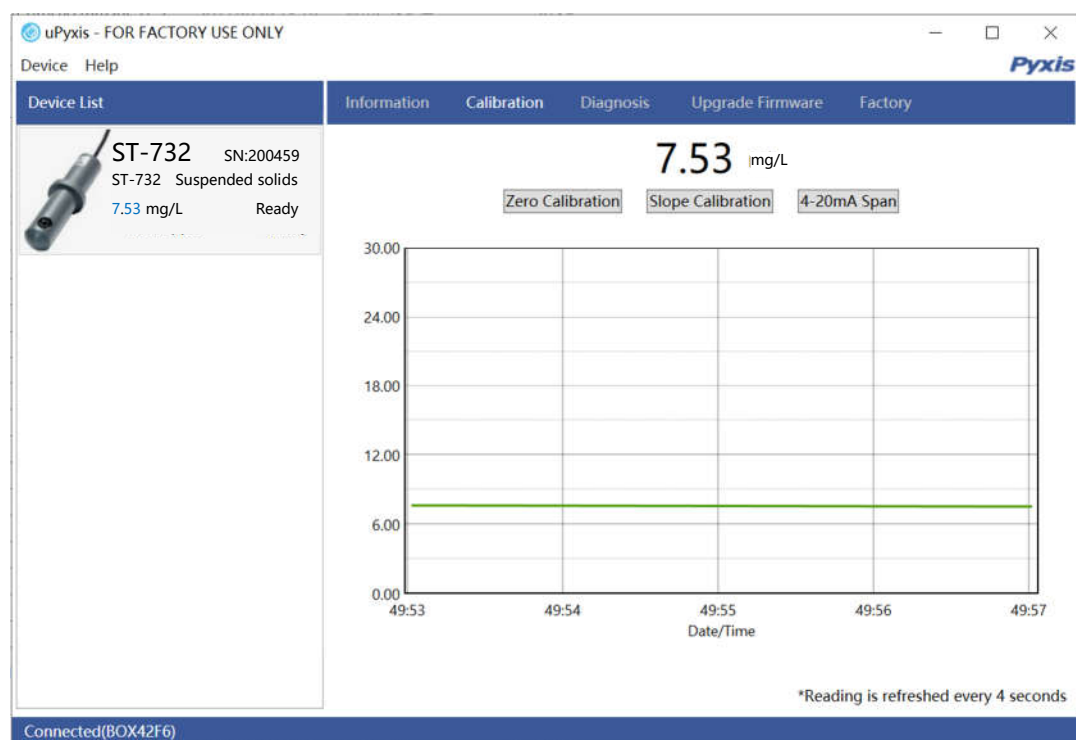

图 4-8 电脑版校准
4. 选择通信端口以建立连接（图 4-8）（通常 uPyxis 识别一个通信端口。如果选择下拉列表中列出了多个通信端口，则可以尝试选择每个通信端口以查看连接是否可以 或者，您可以使用 Windows 设备管理器来标识使用 Pyxis USB 适配器的 Comm Port。